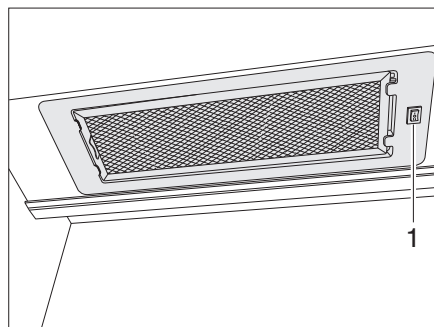

Bild 128 Spisfläkt
- Koppla till och från spisfläkten med brytaren (Bild 128,1).